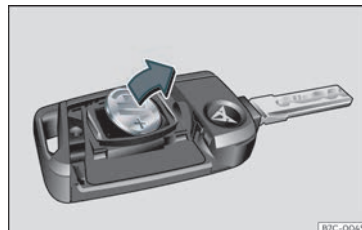

Fig. 69 Clau del vehicle: extracció de la pila.
- Traieu la pila del compartiment amb un objecte fi adequat >>> **fig. 69**.
- Col·loqueu la pila nova tal com es mostra >>> **fig. 69** i pressioneu-la dins el compartiment per la pila en sentit contrari a la fletxa >>> ❷.